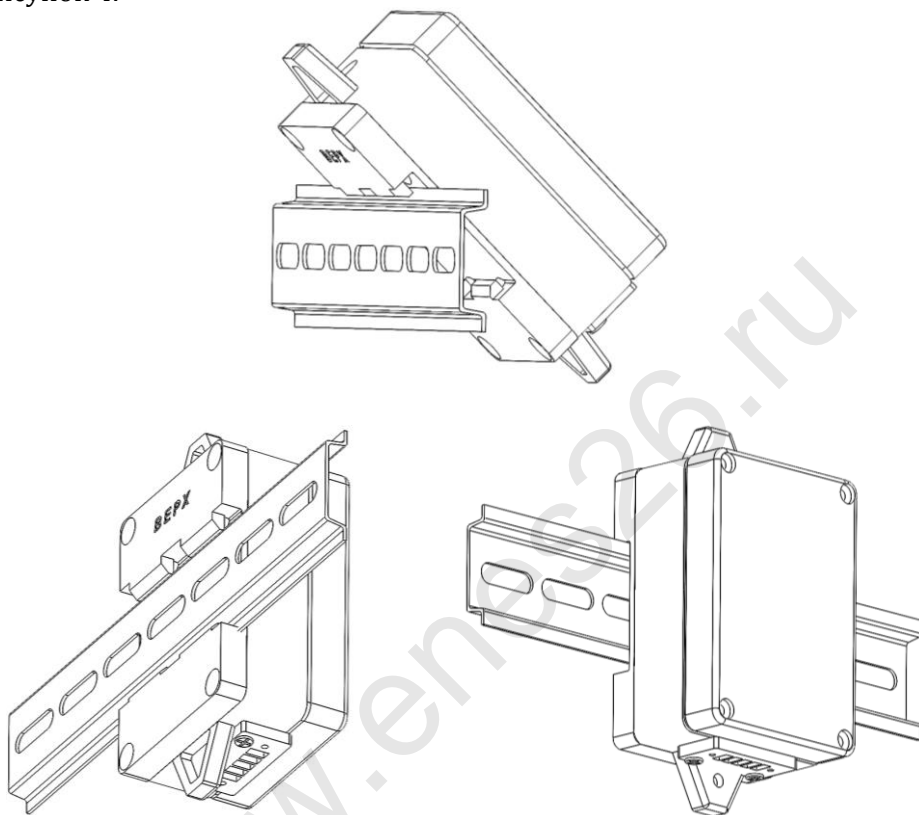

Рисунок 4
9.4 МСБПИ крепится на DIN-рейку путем защелкивания комплектной крепежной пластины (начиная с верхних «зубцов»), рисунок 4.